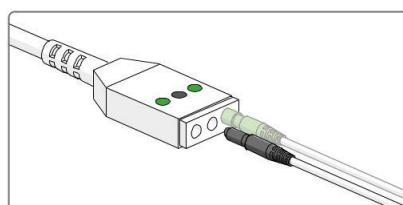

Figura 20. Collegate l'elettrodo dispersivo al cavo principale
5. Collegate l'elettrodo dispersivo al cavo principale: inserite la spina nera del cavo nel connettore del cavo principale contraddistinto da un punto nero (v. *Figura 20*).